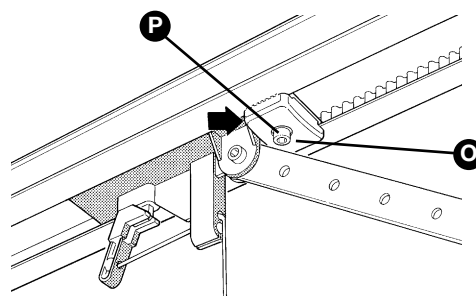

Figura 33
**9** Afloje los tornillos de los dos topes mecánicos y desplace el tope mecánico delantero [O] adelante del carro (Figura 33).